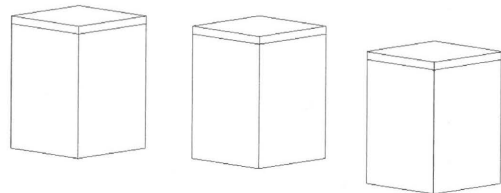

Fig. 06.29. Indsæt mere end et objekt.
- Placer mere end et objekt i stueplan, da vi skal afprøve højdeparameteren på objektet (Fig. 06.29).